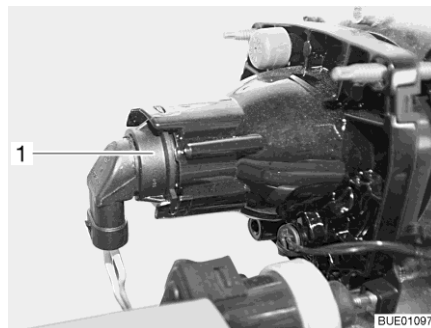

Bild 163 Halvljus/helljus/parkeringsljus
- Greppa tag bakom lamphållaren (Bild 163,1).